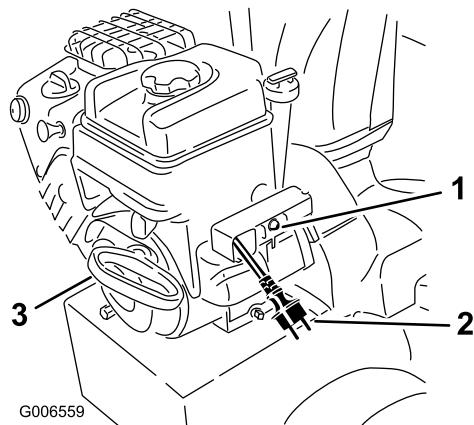

Figure 33
7. Démarrez la machine en tirant sur le lanceur ou en appuyant sur le bouton du démarreur électrique (Figure 33).